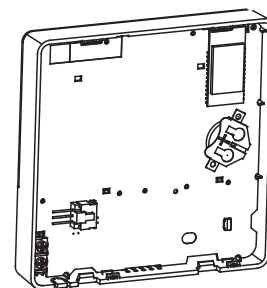

Fig. 3-5
- Coloque la batería en el sitio de instalación y asegúrese de que el lado positivo de la batería está de acuerdo con el lado positivo del sitio de instalación. (Ver Fig. 3-5)